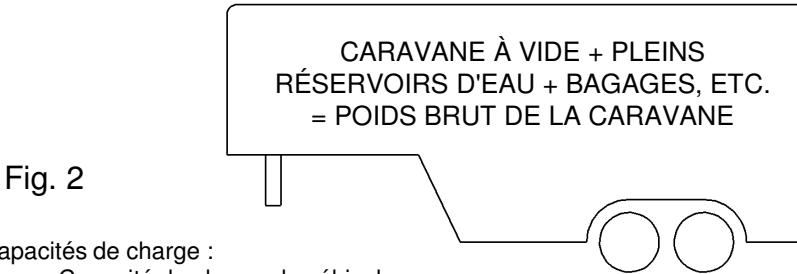

Fig. 2
- La capacité de charge du véhicule spécifiée par le fabricant doit être égale ou supérieure au poids brut de la caravane (poids à vide de la caravane plus sa charge utile). (Voir la Fig. 2)
- Poids brut de la caravane (Fig. 2) : _____.